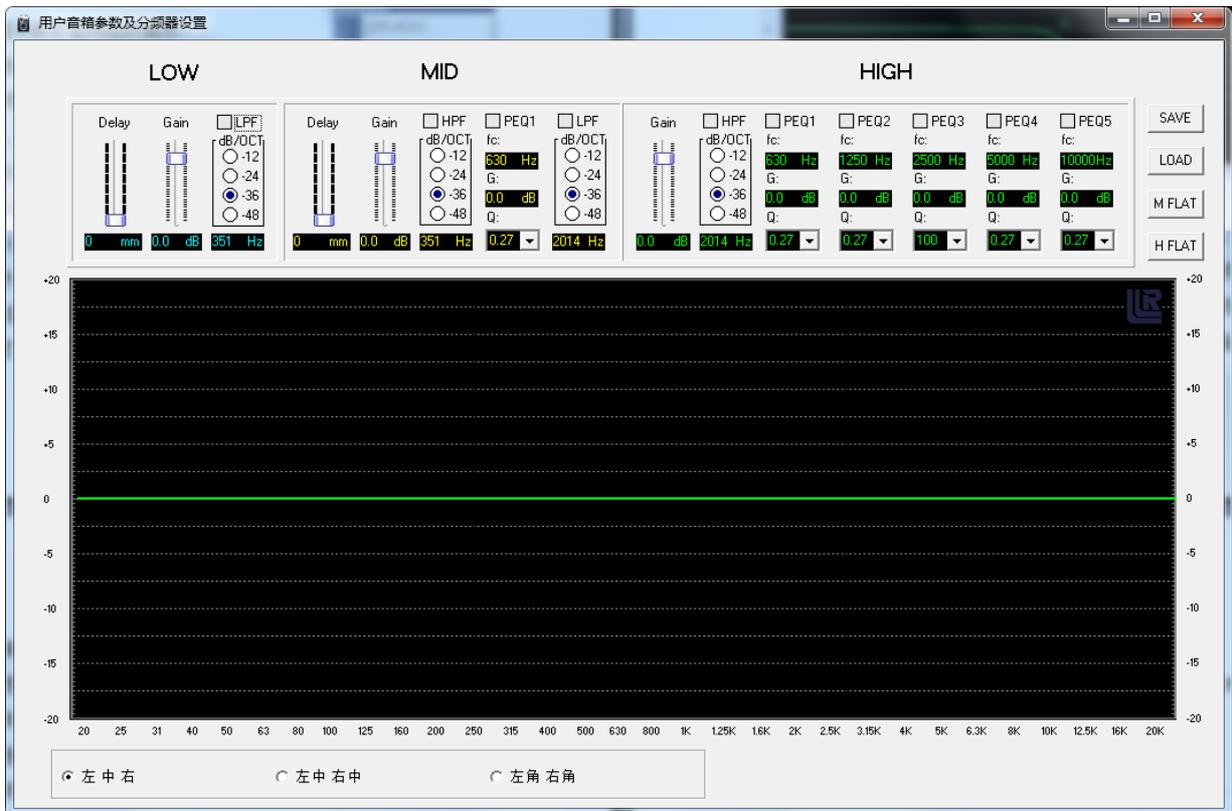

图 5-10 输出通道配置界面
(1) 点击“输出通道配置”，直接进入设置界面：如图 5-10 所示。